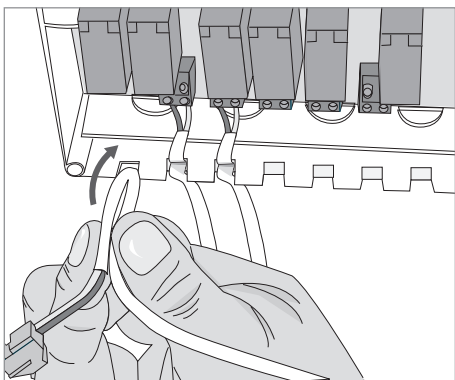

Fig. 9 Trekontlasting met een kabelnik
- Met een kabelknip binnenin de ontvangerunit wordt trekontlasting van de aansluiting gerealiseerd (zie fig. 9).